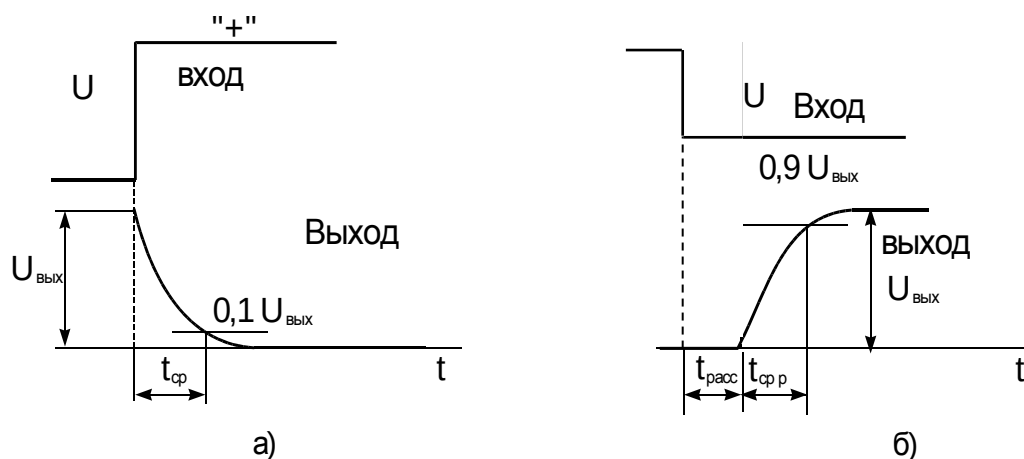

Рис. 4. Осциллограммы входного (вверху) и выходного (внизу) сигналов ключа
4.7.2. Поставить переключатель С1-65 «+ / –» в положение «+». Подключить кабель к «Выходу» ключа, измерить длительность среза выходного импульса (рис. 4а). Заполнить таблицу.
4.7.4. Подключить кабель усилителя Y к «Выходу» макета и измерить время рассасывания $t_{\text{расс}}$ и длительность переднего фронта выходного импульса (рис. 4б). Заполнить таблицу.